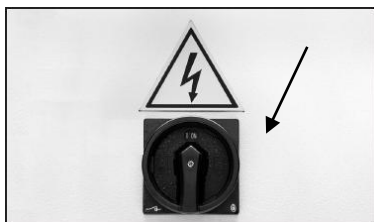

Рис. 22. Основной переключатель питания в положении Вкл. (ON).
12. Подключите станок к питанию, с задней стороны передней бабки поверните основной переключатель питания в положение Вкл. (ON) (рис. 22).